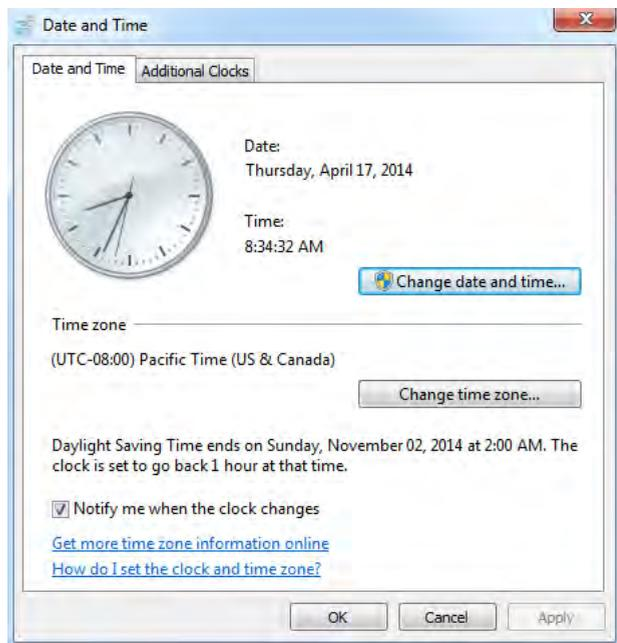

Figure 2-59 Date and Time (Date et heure)
5. Sélectionner **Date and Time** (Date et heure). Voir la figure 2-59.